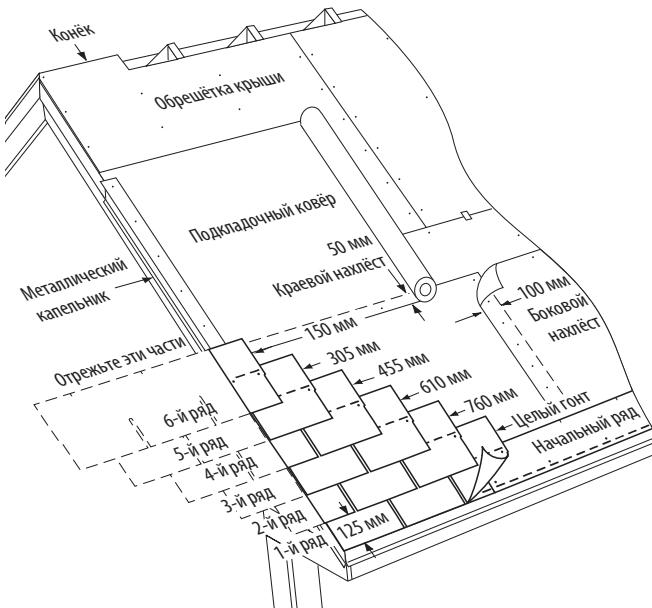

Рис. 10-8. Укладка первых 6 рядов на крышу со стандартным уклоном.
1-Й РЯД: Уложите целый гонт в левом нижнем углу крыши. Разместите язычки вровень с краями гонтов начального ряда. Таким образом герметик на полосовых гонтах начального ряда пристанет к язычкам гонтов первого ряда и позволит им не задираться при сильном ветре (Рис. 10-8).
1. Отрежьте 15 см от левой стороны гонта и уложите этот кусок длиной 76 см над гонтом первого ряда и поверх него, на одной линии с левым краем начального ряда. Оставьте 12,7 см язычки гонта первого ряда открытыми (Рис. 10-8).
2. Отрежьте 30,5 см от первого гонта третьего ряда, 45,7 см от первого гонта четвёртого ряда, 61 см от первого гонта пятого ряда и 76,2 см от первого гонта шестого ряда. Уложите каждый гонт левым краем в одну линию с предыдущим рядом (Рис. 10-8).